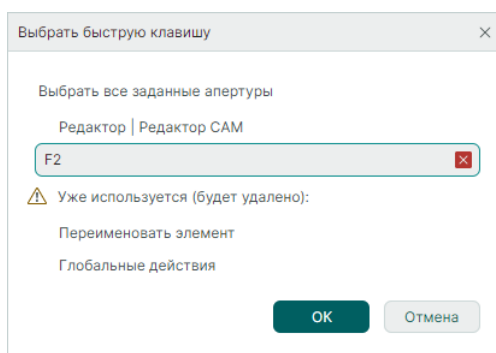

Рис. 60 Совпадение быстрых клавиш
5. В случае совпадения введенной клавиши (комбинации клавиш) будет получено предупреждение с информацией, для какой команды клавиша уже используется. Измените клавишу (комбинацию клавиш) или нажмите «ОК», в этом случае клавиша для уже используемого действия будет удалена, см. Рис. 60.